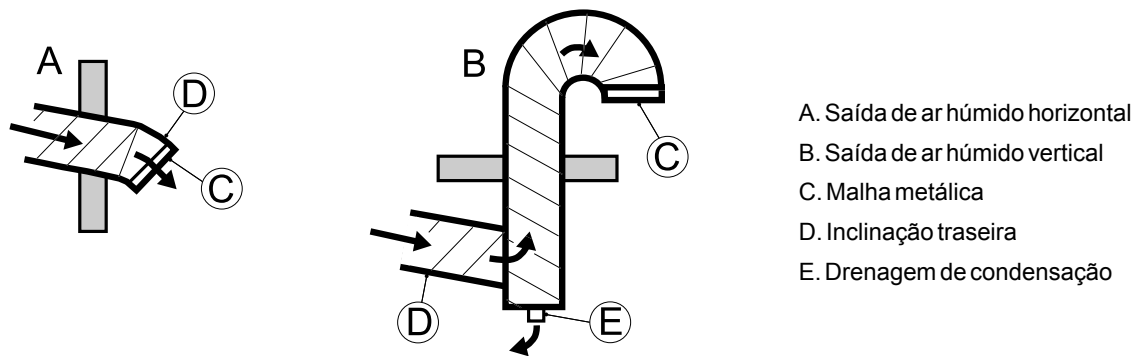

Figura 4.6 Concepção da saída do ar húmido
- As condutas horizontais de ar húmido devem ser instaladas com uma leve inclinação (distante do desumidificador) para drenar a possível condensação. Devem ser instalados drenos de condensação adequados nos pontos baixos das condutas de saída do ar húmido, consultar *Figura 4.6*.